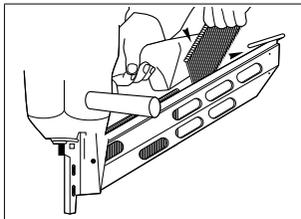

Рис. 2
2. Удерживайте гвоздезабиватель с магазином, наклонным вниз. Вставьте палочки из гвоздей. (Рис. 2)